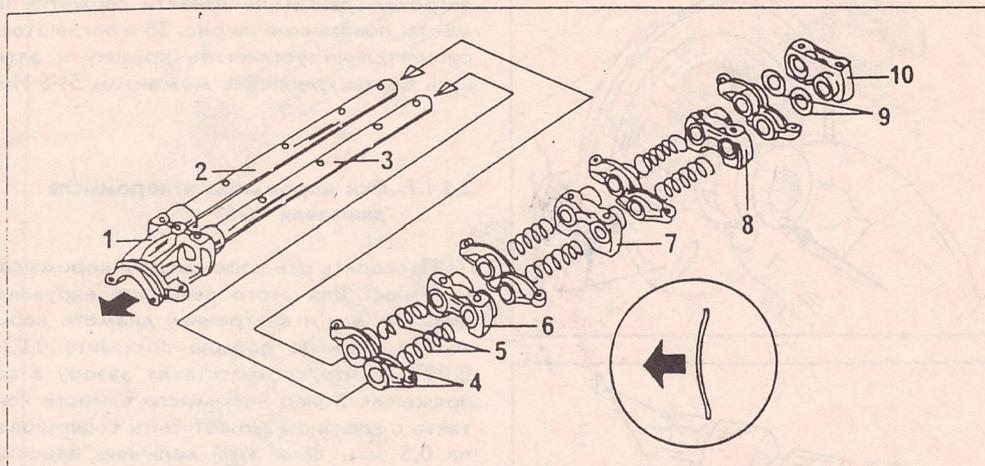

Рис. 33.
ромысел. На рис. 33 показана схема сборки осей у двигателя "G3" (1,6 л).
- Согласно рис. 33 вставить правую (2) и левую (3) оси в переднюю крышку опоры (1). Вставить оба болта, фиксирующие положение осей.
- В последовательности, показанной на рис. 33, установить коромысла, пружины и крышки подшипников. На каждую ось поставить по одной шайбе так, чтобы ее выпуклость смотрела в сторону передней части оси.